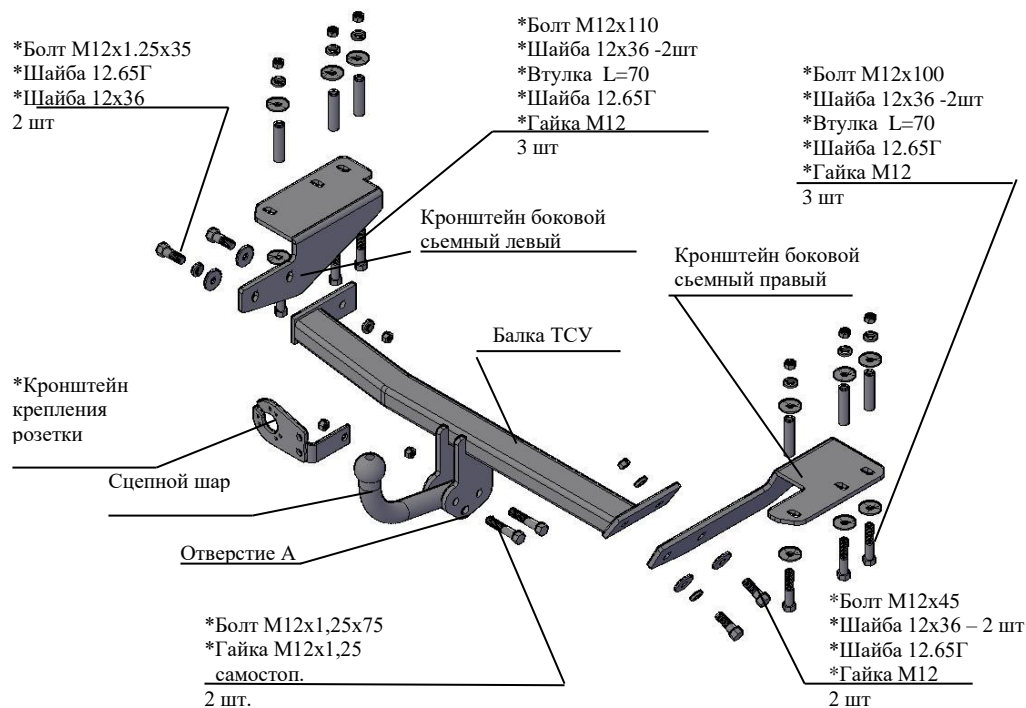

Рис.1 Тягово-сцепное устройство 8121.
2.1 ТСУ 8121 в сборе (рис.1)	1 шт.
2.2 Пакет с комплектующими (см. рис.1)	1 шт.
4.3 Совместить штатные отверстия в нижних полках лонжеронов с двумя отверстиями кронштейнов, разметить третьи отверстия, просверлить отверстия ф13 в багажный отсек, рассверлить отверстия ф13 (только нижнюю полку лонжеронов) до ф16, установить дистанционные втулки. Установить боковые кронштейны ТСУ к нижним полкам лонжеронов а/м (правый и левый соответственно рис.1), закрепив болтами M12x110 (справа - болтами M12x100) и гайками M12, подложив шайбы 12x36 и шайбы 12.65Г соответственно рис.1. Крепеж не затягивать.